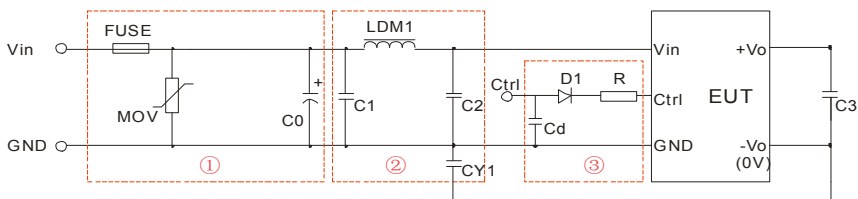

图 3
①图 3 中第①部分用于 EMS 测试；第②部分用于 EMI 滤波，可依据需求选择；
② V_C 为 Ctrl 端相对于输入地 GND 的电压， V_D 为 D1 的正向导通压降， I_C 为流入 Ctrl 端的电流，一般取 5-10mA，Ctrl 端外围电路如图 3-③；
③若图中元器件无附其参数说明，则此型号外围中不需要这个元器件。